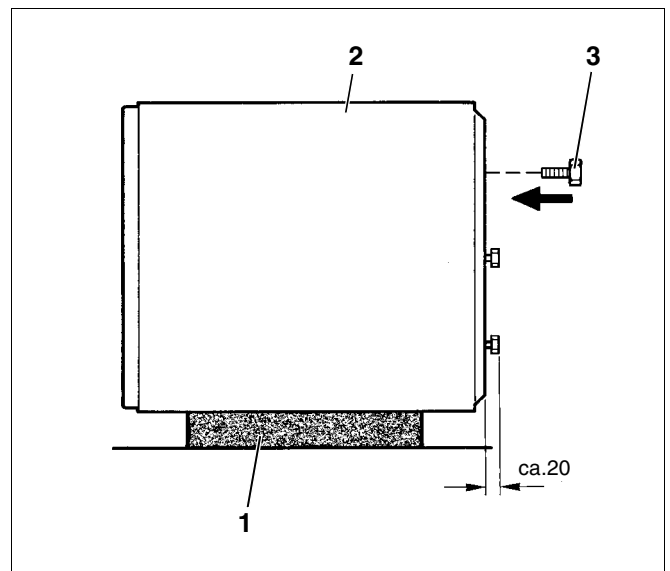

Abb. 3 Speicher auf Deckelpolster (Prinzipabbildung, Maß in mm)
- Deckelpolster (Styropor) und 4 Holzleisten entfernen. Speicher über die Kante der Bodenpalette auf das vorher entnommene Deckelpolster (Abb. 3, **Pos. 1**) legen.
- Fußschrauben M10 x 30 (Abb. 3, **Pos. 3**) montieren.